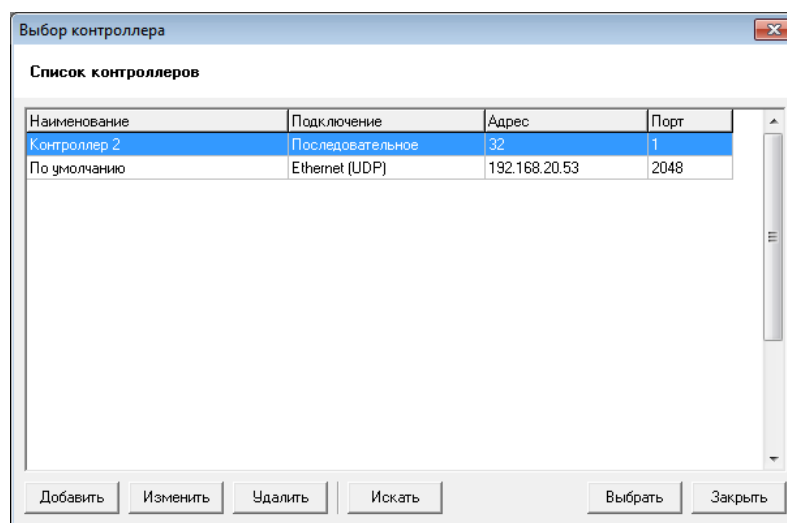

Рисунок 40 – Диалог "Выбор контроллера"
- 6.1) Нажмите на кнопку "Искать". В диалоге "Поиск контроллеров" отобразится список контроллеров, найденных в сети. Выберите контроллер и нажмите на кнопку "Добавить выбранное". Выбранный контроллер появится в списке диалога "Выбор контроллера" (см. Рисунок 40).
- 12) В окне "Выбор контроллера" (см. Рисунок 40) выберите запись с исходным адресом и нажмите кнопку "Выбрать". На экране появится окно выбора типа загрузки данных (см. Рисунок 3646).